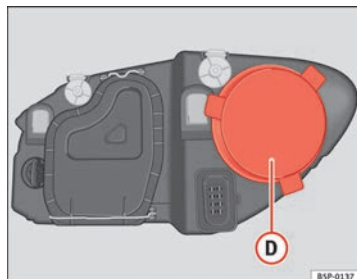

Fig. 187 Luz de población
- Retire la tapa ⇒ fig. 187 **D** tirando de la misma.